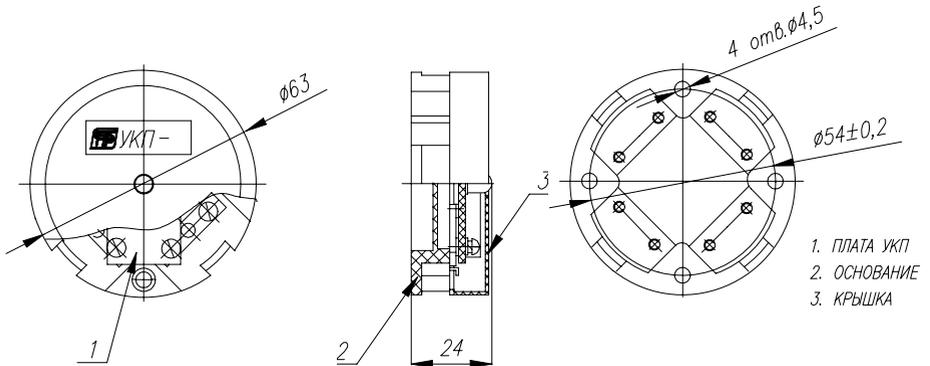

Рис. 4.1.
4.1 Внешний вид и устройство УКП приведено на рис.4.1.